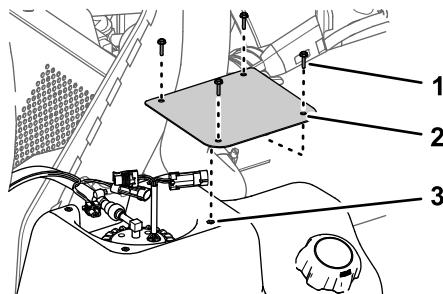

図 77
- 燃料タンク部分で、カバーを燃料タンクに固定しているねじ#10 x  $\frac{3}{4}$ "4本を外して、カバーを取り外す図 77。